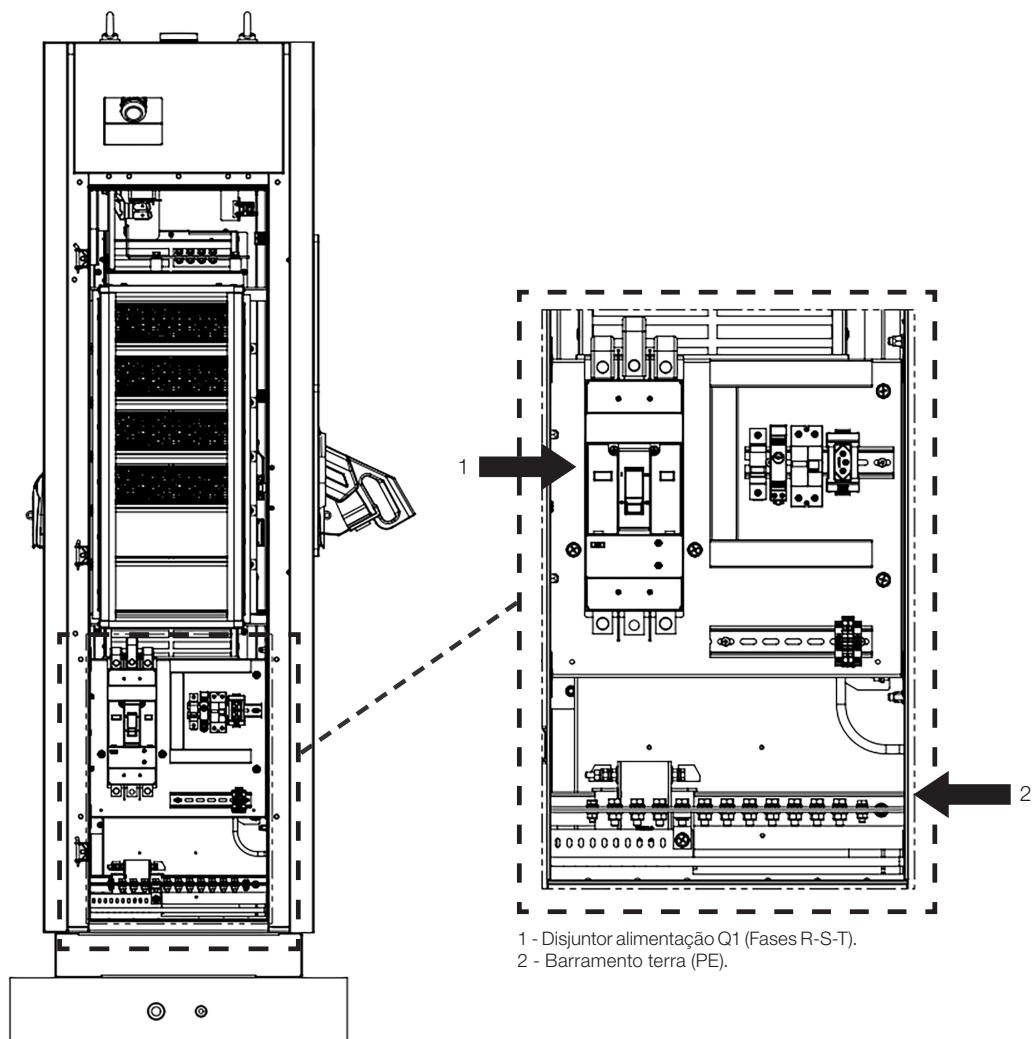

Figura 3.10: Conexões dos cabos de alimentação - Fases (R-S-T) e aterramento (PE)
A conexão da estação WEMOB-STATION à rede elétrica é feita diretamente nos terminais do disjuntor Q1 (Fases R-S-T) e na barra Terra (PE) (aterramento da estrutura) conforme Figura 3.10 na página 3-11.